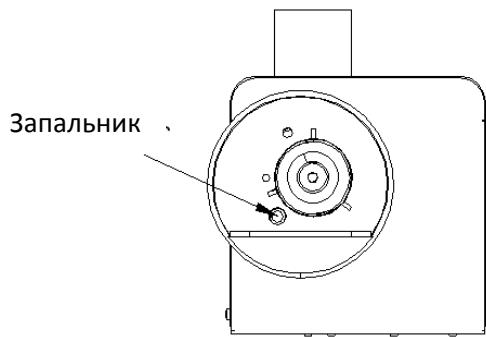

Рисунок 10 Правильное положение запальника
4. Прикрепите камеру сгорания (8) к дверце котла (1). Для этого нужно положить керамическое уплотнение (4) на сужающуюся сторону камеры сгорания, а затем просунуть камеру через дверцу котла (1) таким образом, чтобы задняя стенка камеры сгорания упиралась на дверцу котла. Закрепите камеру сгорания (8) двумя зажимными винтами (10) к фланцу.
6. Закрепите обе половинки горелки гайкой М6 (9). Плотно затяните гайку, но не слишком сильно.
**Предупреждение!** После установки горелки убедитесь, что наконечник воспламенителя (запальника) расположен внутри отверстия, а не позади разделительной стенки. Рисунок 10